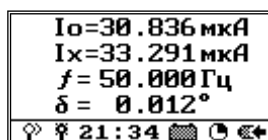

Рисунок 74
7.3.19 Нажатие кнопки **Enter** запускает третий этап измерений. Дождитесь стабильных повторяющихся данных спустя два-три интервала усреднения (рисунок 74) и зафиксируйте кнопкой **Enter** результаты третьего этапа измерений (токи  $I_{03}$  и  $I_{x3}$ ). При необходимости сохранения измеренных величин на SD-карте нажмите кнопку